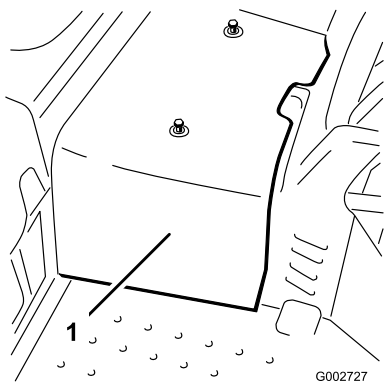

図 41
2. センターシュラウドを機体に止め付けているねじ 2 本を外してシュラウドを機体から取り外す 図 41。